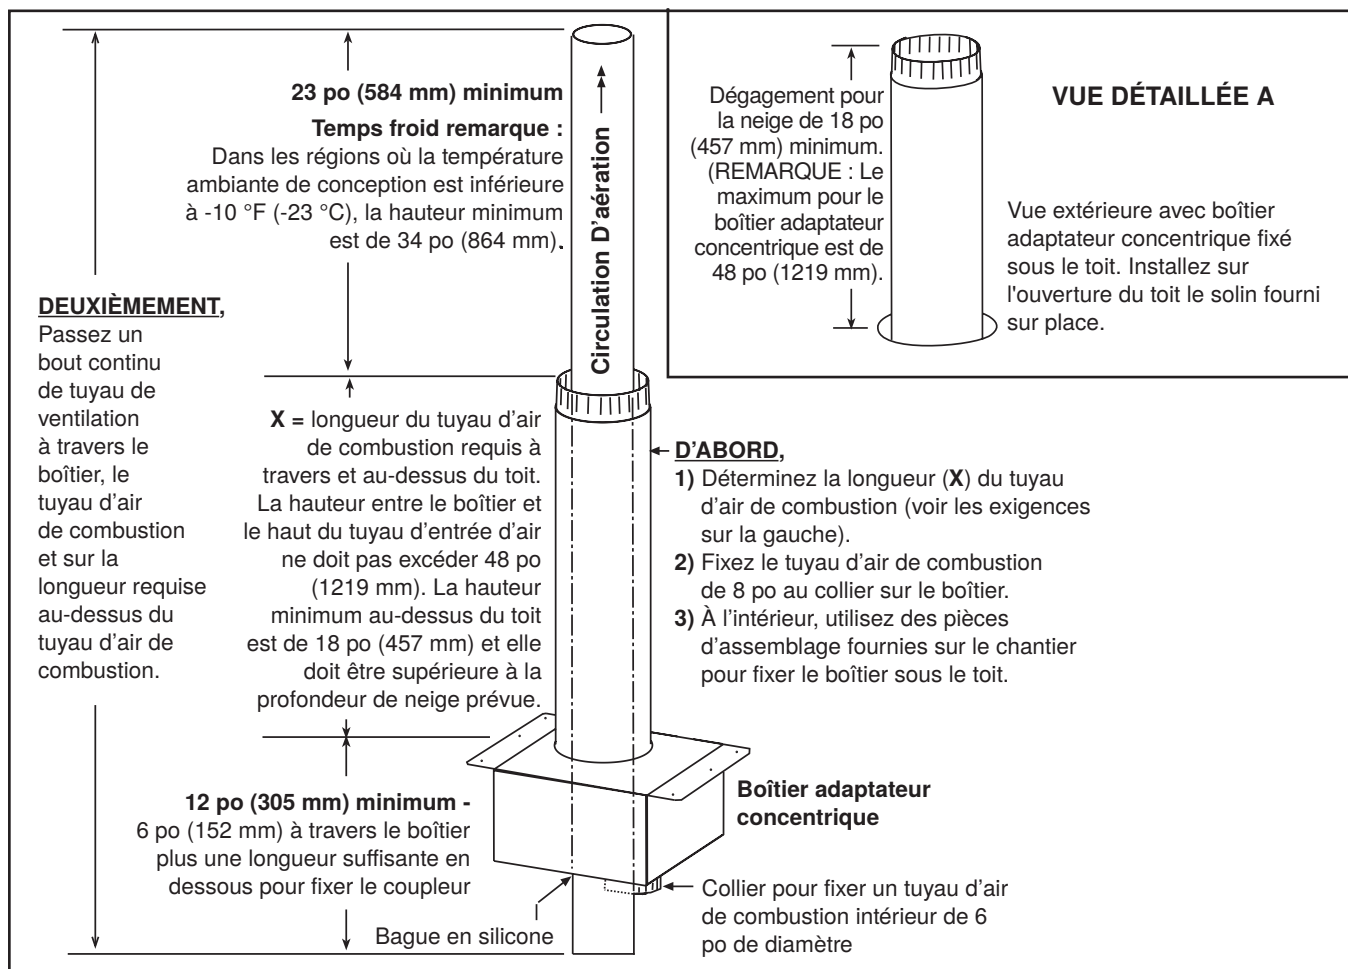

Figure 15. Installation du tuyau d'air de combustion
4. Raccordez le tuyau d'air de combustion au boîtier adaptateur concentrique (voir Figure 15) :
- a. Déterminez la longueur du tuyau d'air de combustion de manière à ce que la dimension X dans la Figure 15 soit égale à l'épaisseur du toit plus la profondeur de neige anticipée. Assurez-vous que le tuyau d'air de combustion ne mesure pas plus de 48 pouces (1,219 mm) de longueur et qu'il dépasse du toit d'au moins 18 pouces (457 mm).
- a. Insérez le tuyau d'air de combustion à travers le toit comme montré dans la Figure 15, DÉTAIL A.
- Reportez-vous à la **Figure 15** pour déterminer la longueur requise de la section continue du tuyau d'évent. Déterminer la longueur comme suit : **1)** commencer par au moins 6 pouces (152 mm) en dessous du boîtier adaptateur concentrique pour la connexion au coupleur, **2)** plus 152 pouces (6 mm) dans le boîtier, **3)** plus la longueur du tuyau d'air de combustion, **4)** plus au moins 23 pouces (584 mm) au-delà du haut du tuyau d'air de combustion—le total correspond à la longueur minimale de la section du tuyau de ventilation.